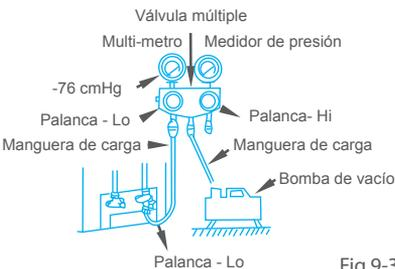

Fig.9-3
3. Expulsar el aire con una bomba de vacío (Ver Fig. 9-3)